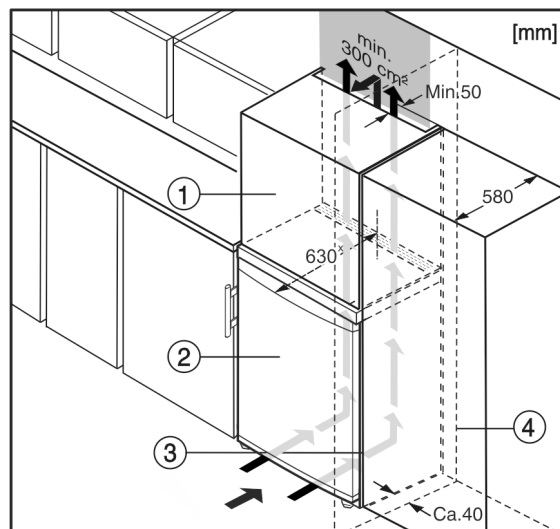

Fig. 6
Přístroj lze zabudovat do kuchyňských skříní. K vyrovnání přístroje Fig. 6 (2) na výšku kuchyňské linky lze na přístroj nasadit nástavec Fig. 6 (1).
Při montáži do kuchyňských skříní (hloubka max. 580 mm) lze přístroj instalovat hned vedle kuchyňské skříňe Fig. 6 (3). Přístroj přesahuje přední stěnu kuchyňské skříňe na stranách o 34 mmx a uprostřed o 50 mmx.
Když se přístroj instaluje závěsy vedle stěny *Fig. 6 (4)*, musí být vzdálenost přístroje od stěny alespoň 40 mm. To odpovídá přesahu madla při otevřených dveřích.\*